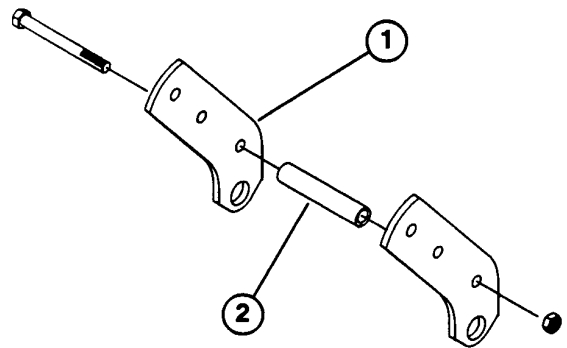

Fig. 3
2. Togliere le viti mordenti ed i controdadi che fissano le piastre di rotazione posteriori ai profilati destro e sinistro del telaio del pianale (Fig. 3).